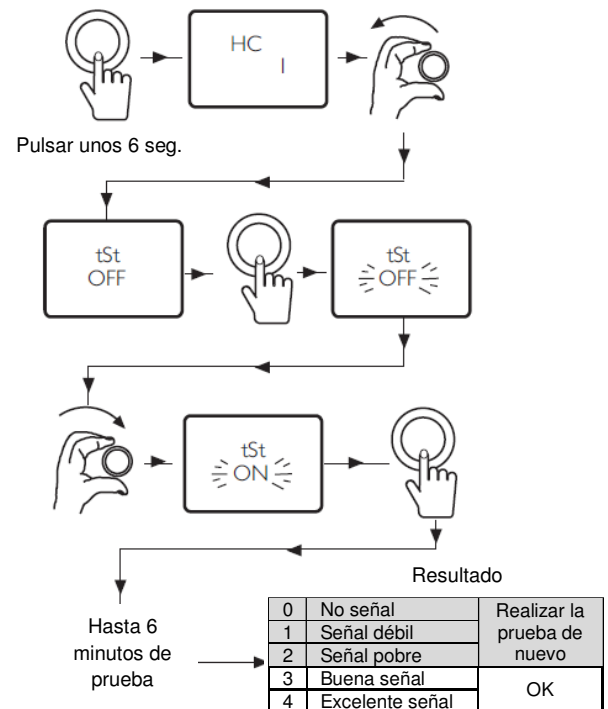

Fig. 14: Prueba de intensidad de la señal
- Si aparecen los códigos de error **E83** ó **E85**, significa que hay un problema de comunicación. Ver Fig. 14.